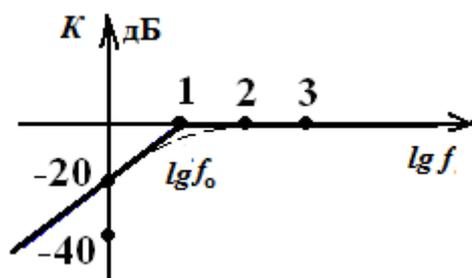

Рис. 4. ЛАЧХ ФВЧ (входной цепи)
Проанализируем поведение коэффициента передачи входной цепи формула (9) на всём частотном диапазоне, рис. 4:
Изменение наклона ЛАЧХ происходит в точке излома f_0 рис. 4. Цепь дифференцирует входной сигнал на частотах до частоты излома f_0 .
При этом максимальная ошибка ЛАЧХ будет наблюдаться на частоте излома характеристики, и составлять 3 дБ (рис. 4 пунктирная прямая).